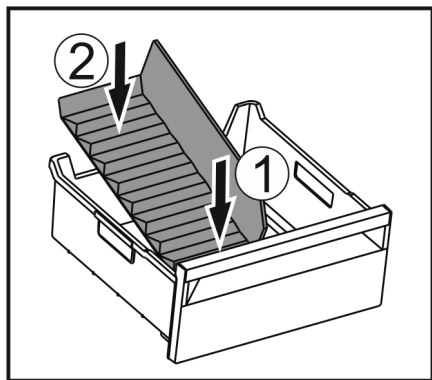

Fig. 171
- ▶ Sätt in frysfacksdelarens främre del. Fig. 171 (1)
- ▶ Sänk ned frysfacksdelarens bakre del till lådans botten. Fig. 171 (2)